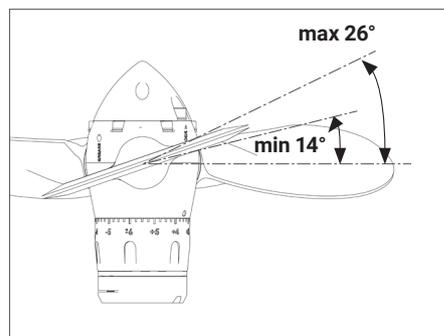

ABB. 26 Standardeinstellbereich
- Jede Einstellkerbe entspricht einer Änderung des Blattwinkels um $0,25^\circ$ und bewirkt eine Erhöhung oder Verringerung der Motordrehzahl um ca. 40-50 U/min bei gleicher Bootsgeschwindigkeit (dieser Wert ist ein reiner Richtwert und hängt von den Spezifikationen des eingebauten Motors ab). Der Standardeinstellbereich reicht von minimal 14° bis maximal 26° (**Abb. 26**). Für spezielle Anwendungen sind auch Steigungseinstellungen mit einem Bereich von mindestens 20° bis maximal 32° erhältlich.